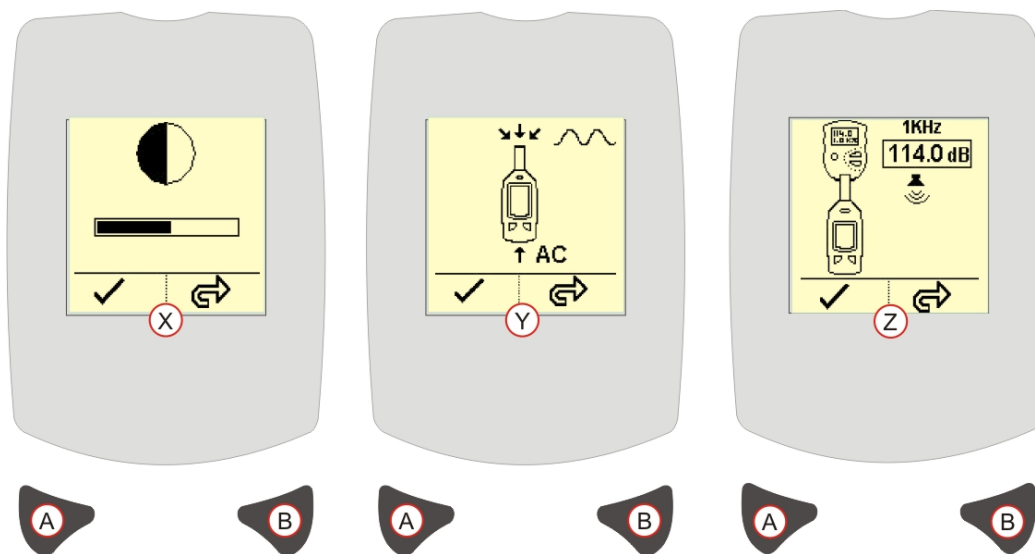

Figura 9 Menu di configurazione
Il menu di configurazione (Figura 9) viene utilizzato per apportare modifiche al contrasto del display, al livello di taratura e alla fonte di immissione del segnale.
CONTRASTO DEL DISPLAY – [Figura 9 Riferimento X]. Premere il tasto destro (B) per regolare il contrasto. Quando si ritiene che il contrasto sia ideale, premere il tasto sinistro (A) per accettare le modifiche e passare alla schermata del livello di taratura.
FONTE DI IMMISSIONE DEL SEGNALE – [Figura 9 Riferimento Y].
LIVELLO DI TARATURA – [Figura 9 Riferimento Z]. Questa schermata è utilizzata per l'impostazione del livello nominale di trasmissione del calibratore acustico, ad es. 114,0 dB. Premere il tasto destro (B) per regolare il livello di taratura. Consultare il certificato di taratura per il calibratore acustico per il livello di trasmissione di taratura. Premere il tasto sinistro (A) per accettare le impostazioni e passare alla schermata di misurazione.